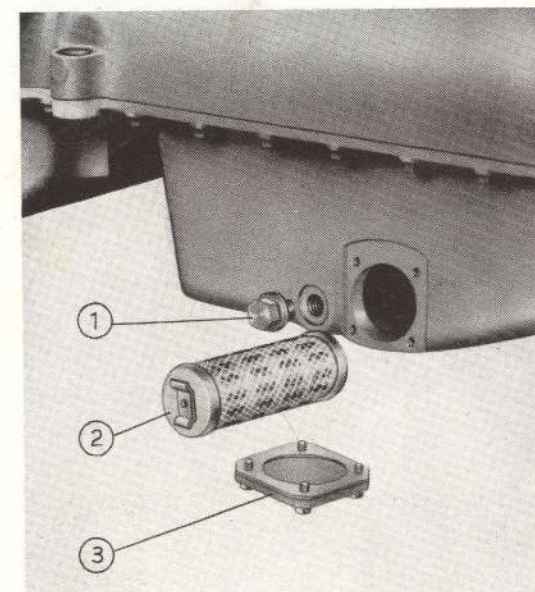

Fig. 60. - Démontage du filtre dans le carter à huile.
**Toutes les 80 heures de travail:** soit à chaque remplacement d'huile dans le moteur, ôter le couvercle (3, fig. 60) situé sur le côté droit du carter, dévisser, au moyen d'une clef à tube, la vis centrale de fixation du filtre et extraire ce dernier en le saisissant par les ailettes prévues. Laver enfin le filtre avec de l'essence et du gasoil et s'assurer qu'il n'y ait aucune déchirure sur la surface filtrante; en cas de défec-tuosités, remplacer le filtre.